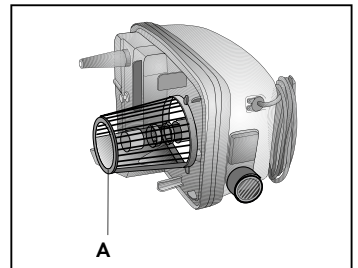

Abb. 21
- Schmutzwasserbehälter (2) leeren.
- Die Saugfunktion über die Taste (19) einschalten und das Wasser mit dem zuvor für die Reinigung verwendeten Zubehör aufsaugen.
- Schmutzwasserbehälter (2) leeren und den Vorgang, wenn nötig, wiederholen.
Jedes Mal wenn das Unterteil des Geräts gereinigt wird, den Filter (A) am äußeren Teil reinigen und den festen Schmutz entfernen (**Abb. 21**).